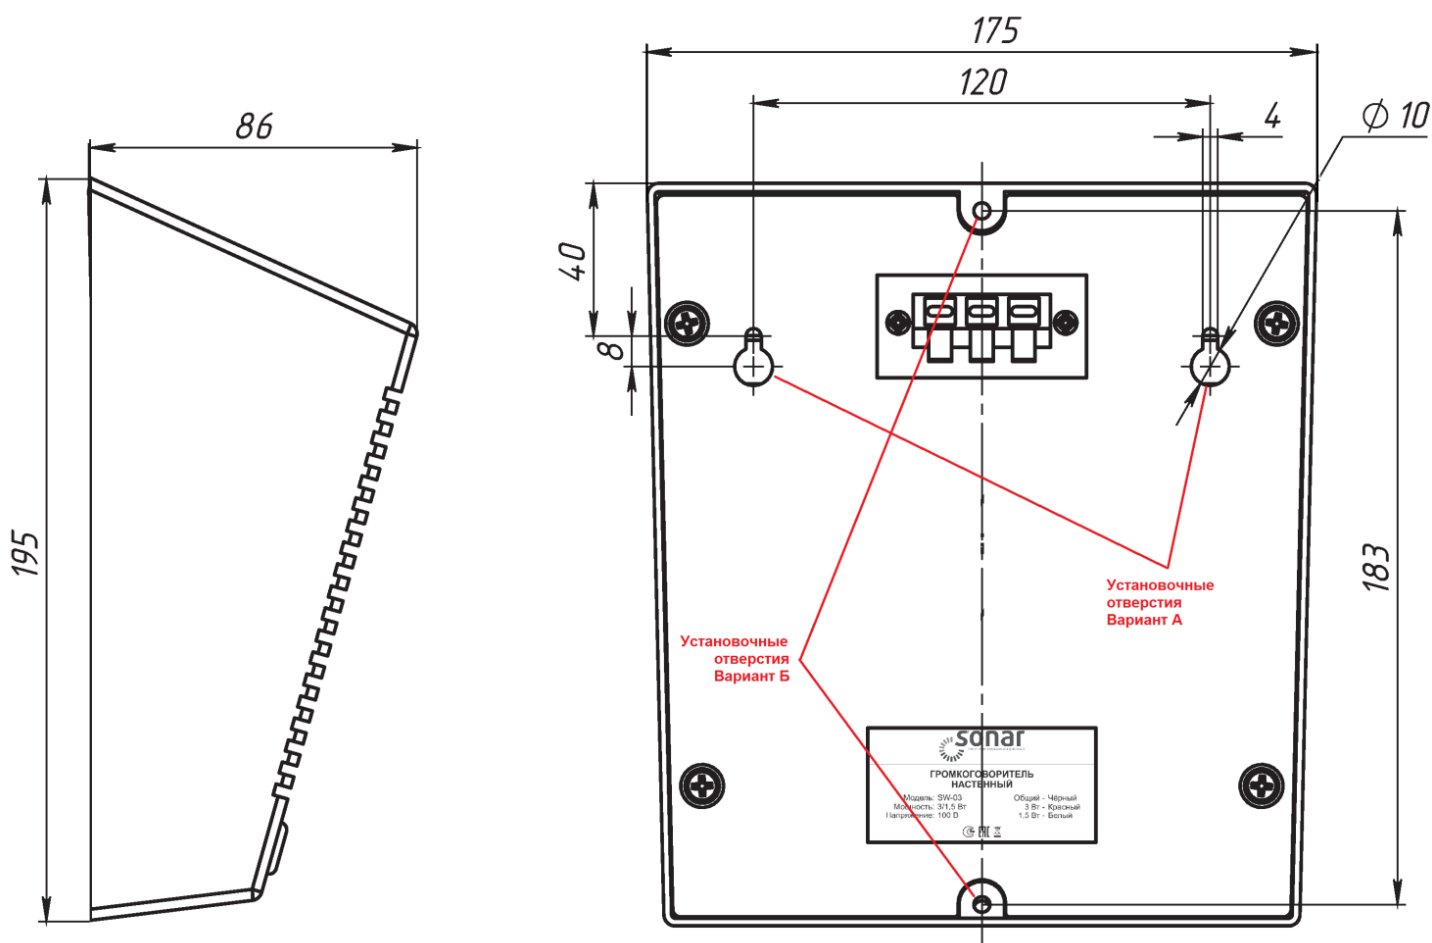

Рисунок 4 – Габаритные и присоединительные размеры оповещателя.
**Вариант А:** просверлить в стене отверстия, используя разметку для установочных размеров «А» (рисунок 4). Установить в отверстия дюбели, вкрутить в дюбели шурупы, не докрутив их до конца на 5 мм, установить оповещатель на шурупы, используя установочные отверстия «А» оповещателя.
**Вариант Б:** просверлить в стене отверстия, используя разметку для установочных размеров «Б» (рисунок 4). Установить в отверстия дюбели, приложить к стене оповещатель и закрепить его шурупами через установочные отверстия «Б».